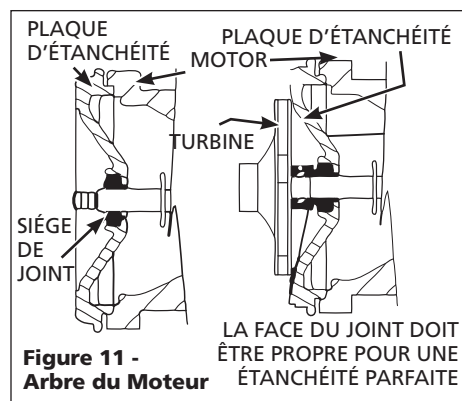

Figure 11 - Arbre du Moteur
4. Positionner la turbine sur l'arbre et bien serrer (Voir Figure 11).